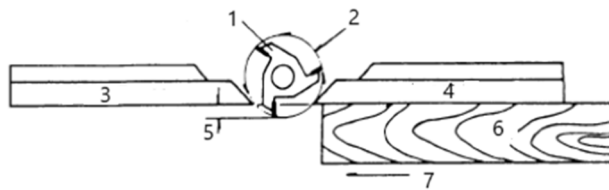

Figura 1
1. Para la mayoría de los trabajos, donde una parte del borde de la pieza no es tocada por el cortador, tanto la guía delantera como la trasera están en línea recta, como se muestra en la figura 1.